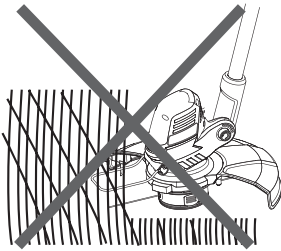

Fig.21
- > Cuando el aparato esté apagado puede quitar restos de hierba o suciedad que pueda haber quedado alrededor del cabezal de corte (11).
- > Cuando la hierba o el césped sea demasiado alta, corte repetidamente de arriba a abajo en capas (Fig.21,22).